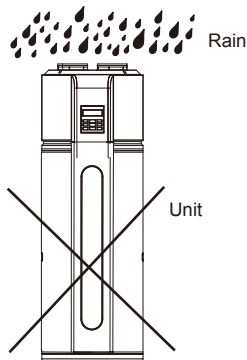

Fig.3-6
- In caso di pioggia che entra nei componenti interni dell'unità, essi potrebbero venire danneggiati o causare un pericolo fisico. (Fig.3-6)